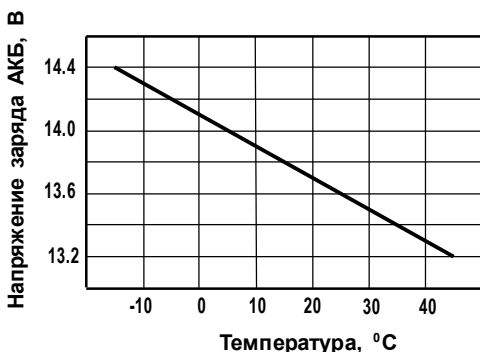

Рисунок 124
- заряд АКБ производится по специальному алгоритму и оптимально удовлетворяет требованиям фирм производителей необслуживаемых свинцово-кислотных АКБ. В процессе заряда рабочая температура контролируется датчиком температуры, установленным на нижней границе платы управления в непосредственной близости к верхней поверхности АКБ. Напряжение заряда зависит от рабочей температуры и регулируется в соответствии со следующим графиком (рисунок 124):